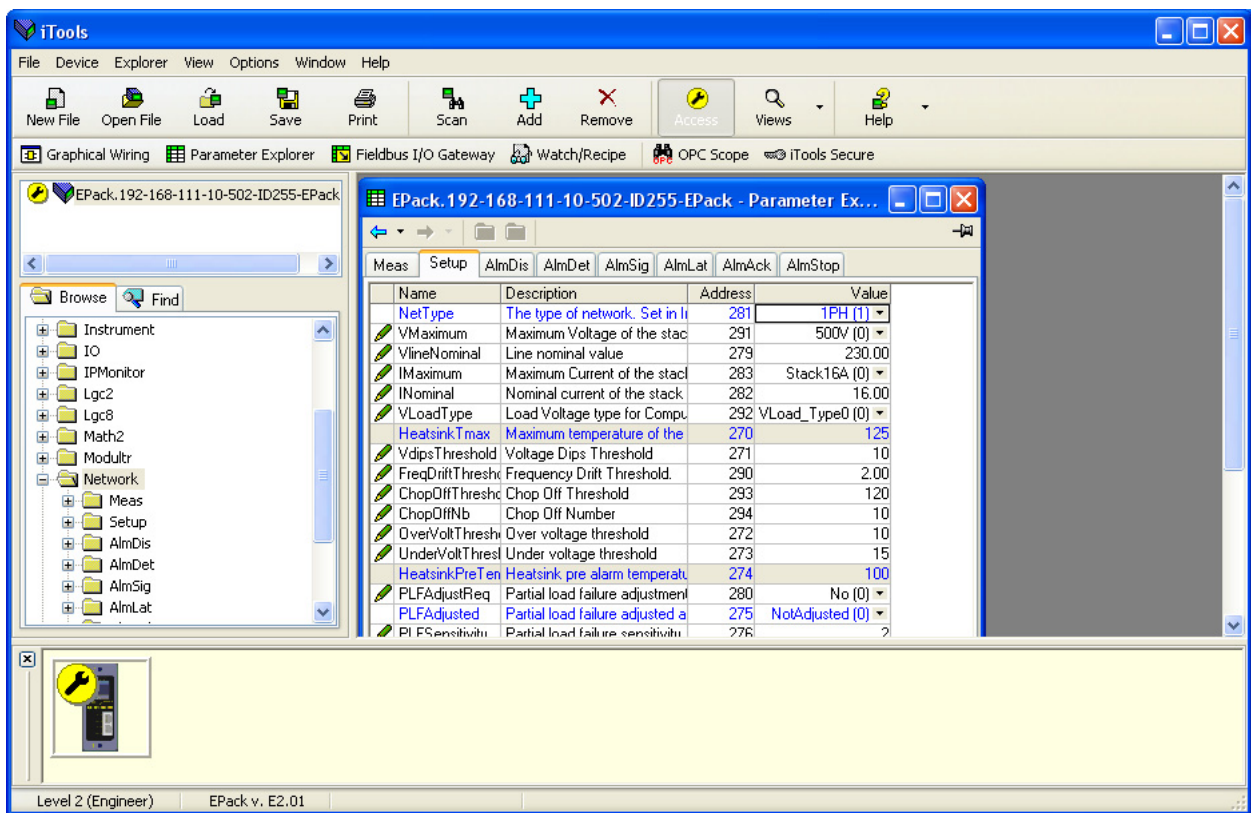
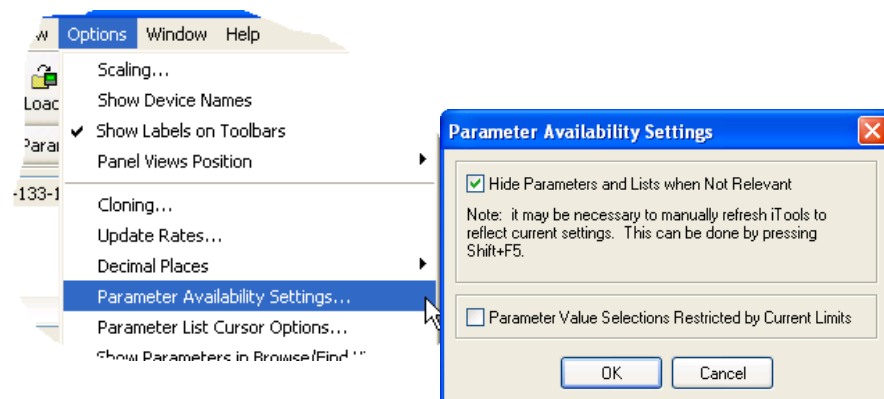

Abbildung 135 Beispiel für eine Parametertabelle
Abbildung 138 Parameter ein-/ausblenden
In jedem Fall erscheinen die Funktionsblockparameter im iTools Fenster in Tabellenform, wie im Beispiel in Abbildung 135 dargestellt.
1. Parameter in blau können nicht bearbeitet werden (schreibgeschützt). Im obigen Beispiel sind alle Parameter schreibgeschützt. Schwarz dargestellte Parameter mit „Bleistift“-Symbol in der linken Tabellenspalte („Lese-/Schreibrechte“) können Sie verändern (Lesen/Schreiben). Eine Reihe solcher Einträge ist in Abbildung 135 oben dargestellt.
2. Spalten. Das Standardfenster des Explorers (Abbildung 135) enthält die Spalten „Name“, „Description“ (Beschreibung), „Address“ (Adresse) und „Value“ (Wert). Wie aus Abbildung 138 oben ersichtlich, können die anzuzeigenden Spalten in gewissem Maße ausgewählt werden; dazu dient entweder das Explorer-Menü oder das Kontextmenü. Für das obige Beispiel wurden die „Grenzen“ aktiviert.
3. Ausgeblendete Parameter. In der Voreinstellung blendet iTools Parameter aus, die im aktuellen Kontext nicht relevant sind. Solche ausgeblendeten Parameter können in der Tabelle über die Einstellung „Parameter availability“ (Parameterverfügbarkeit) im Optionsmenü einblendend werden (Abbildung 138). Derartige Objekte werden mit einem schattierten Hintergrund angezeigt.